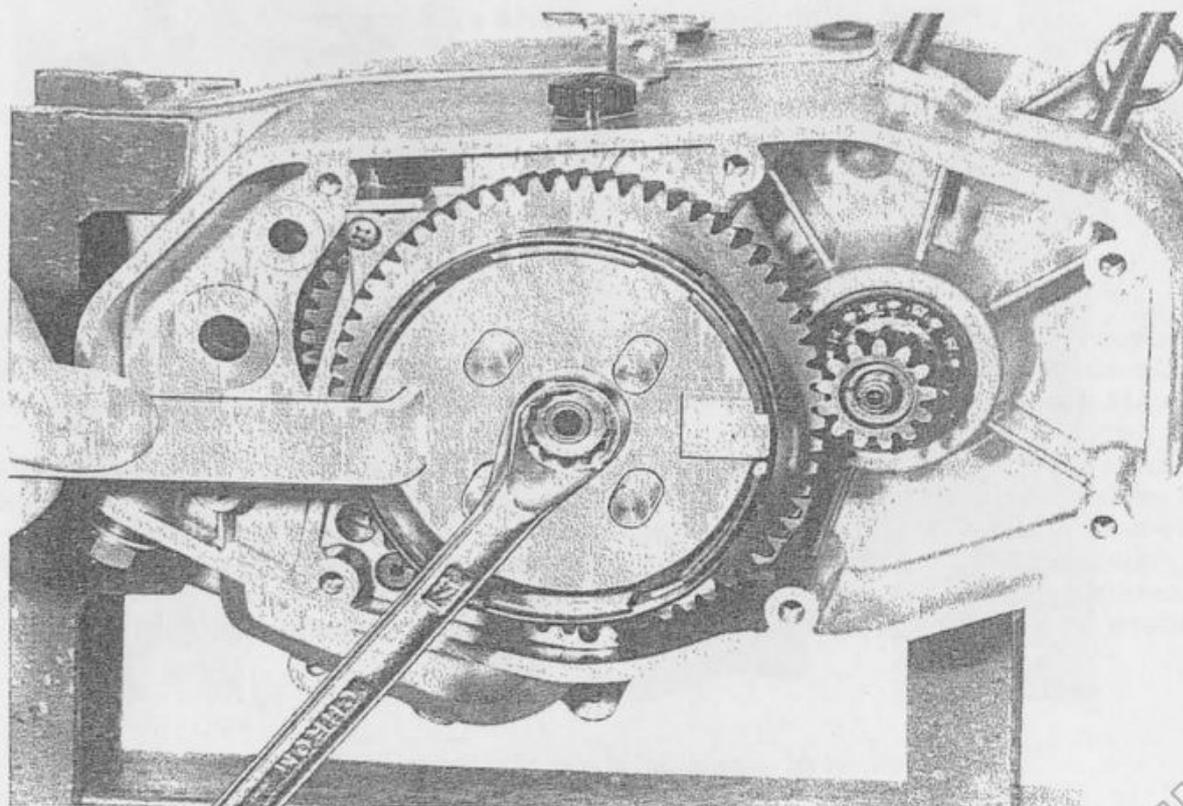

Fig. 15 - Sbloccaggio dado fissaggio disco
- Rimuovere il dado che blocca il «disco porta colonnette», usando una normale chiave da 17 mm. Nel compiere questa operazione, tenere ferma la campana, con la solita chiave speciale, matricola 0005.304.00 (fig. 15).